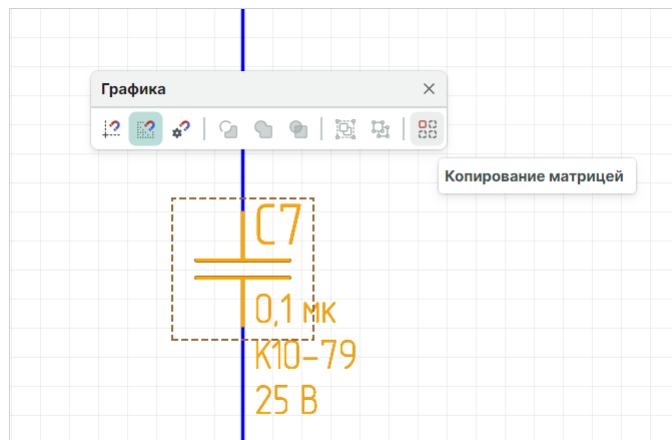

Рис. 212 Копирование объекта матрицей
2. Выберите инструмент «Копирование матрицей» на панели инструментов «Графика», см. Рис. 212.